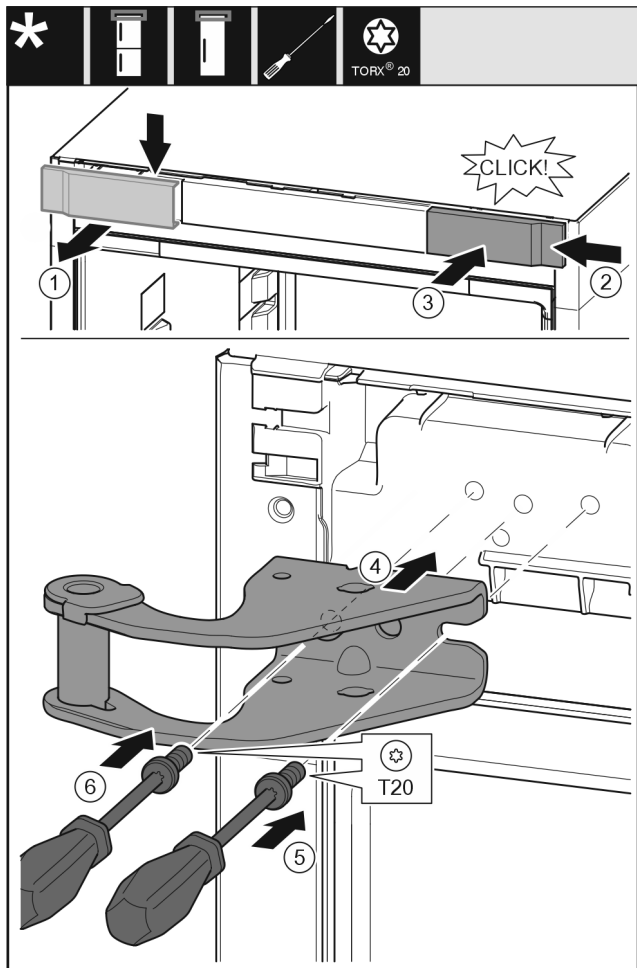

Fig. 12
- ▶ Odeberte kryt shora dopředu. Fig. 12 (1)
- ▶ Kryt otočený o 180° zavěste na druhé straně zprava. Fig. 12 (2)
- ▶ Zaklapněte kryt. Fig. 12 (3)
- ▶ Nasadte horní stojan ložiska. Fig. 12 (4)
- ▶ Šroubovákem T20 nasadte šroub a utáhněte. Fig. 12 (5)
- ▶ Šroubovákem T20 vložte šroub a utáhněte. Fig. 12 (6)